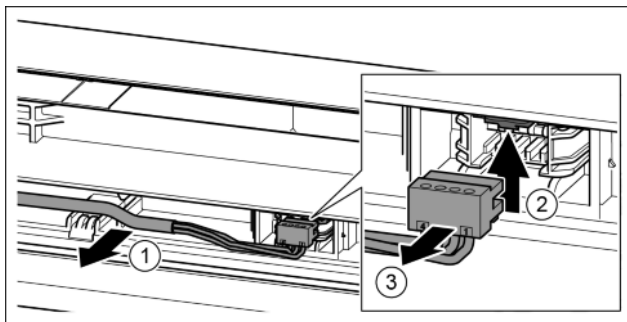

Fig. 22
- ▶ Sortir délicatement le câble gris du guide. Fig. 22 (1)
- ▶ Pousser la languette vers le haut. Fig. 22 (2)
- ▶ Sortir délicatement le connecteur. Fig. 22 (3)